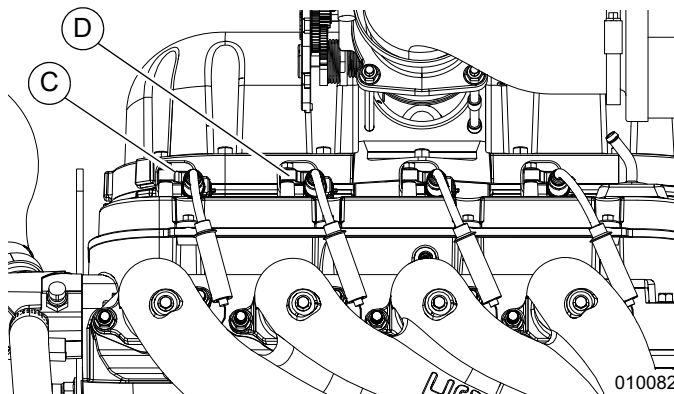

Figura 5-16. Retire los cables de la bujía
2. Consulte la **Figura 5-16**. Retire los cables de las bujías (C) de los terminales de las bujías (D).